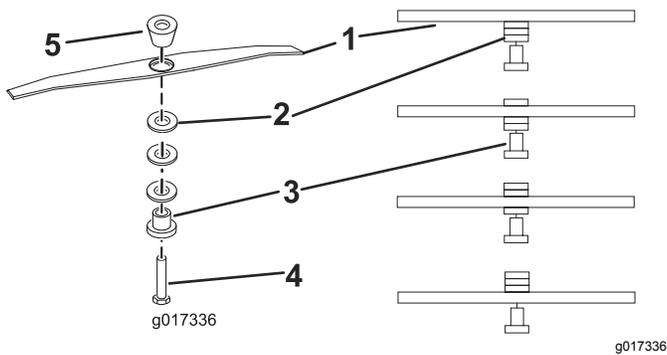

Рисунок 12
5. Установите на место разделителя для обеспечения требуемой высоты, установите держатель ножа и разделителя (Рисунок 12) и затяните болт моментом 25 Нм (18 фунт-футов).